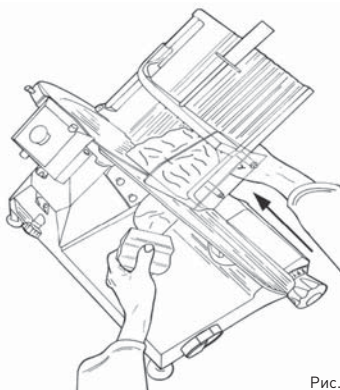

Рис. 4 – Резка мяса
- равномерно передвигайте каретку (лоток для пищи + прижимное устройство для мяса + кронштейн) по направлению к ножу, не прижимая пищу прижимным устройством, т.к. она прижимается к основанию собственным весом. Нож легко порежет пищу, а ломтики пройдут через дефлектор и попадут на лоток (смотри Рис.4);